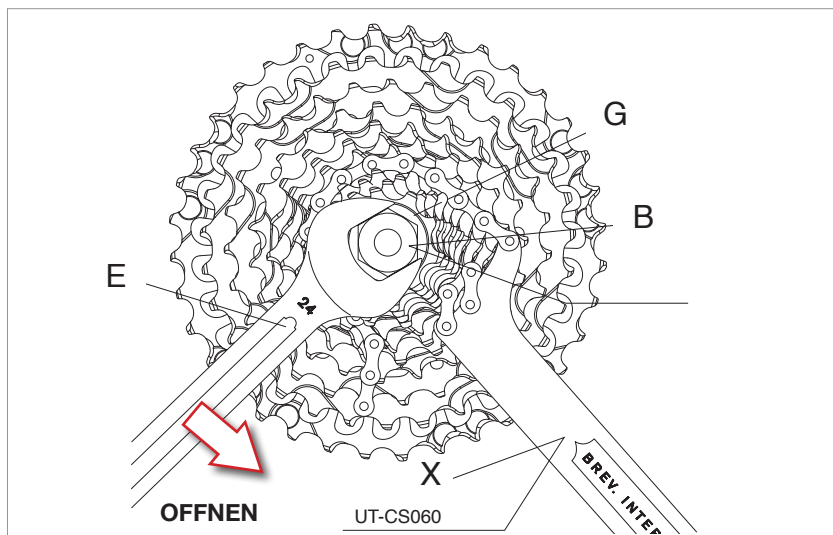

Abb.5
- Den Ring (G - Abb. 5) mit dem Campagnolo® UT-BB080 Werkzeug (B - Abb. 5) mit einem 24 mm-Sechskantschlüssel (E - Abb. 5) und dem Campagnolo® UT-CS060 Zahnkranzabnehmer mit Kette (F - Abb. 5) oder einem gleichwertigen Werkzeug entfernen.